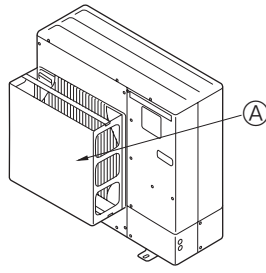

Fig. 2-3
- ② Ünite, tayfun ve başka nedenlerden oluşan güçlü rüzgârların doğrudan hava çıkışına girebileceği bir yere monte edilmişse, isteğe bağlı olarak sağlanan bir hava kılavuzu monte edin. (Fig. 2-3)